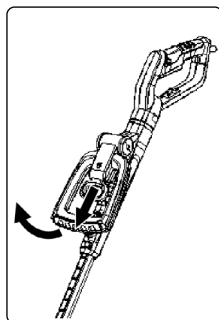

Рис. 5
- Отрегулируйте дополнительную рукоятку в удобное для оператора положение. Установите болт в отверстие (Рис.5).